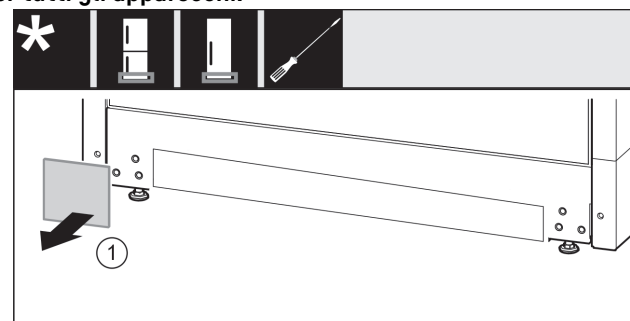

Fig. 47
- Rimuovere la copertura Fig. 47 (1).